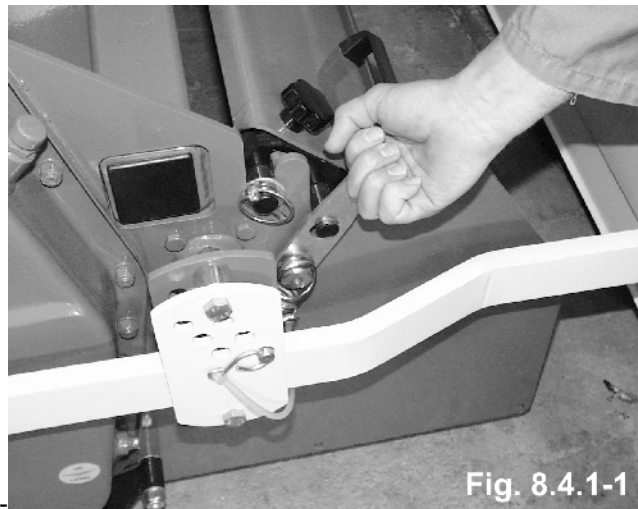

Fig. 8.4.1-1
- Om det inte går att ta bort det föremål som blockerar rotorn måste sladdplankan avlägsnas (fig. 8.4.1-1),
- Ta bort stensålet helt (fig. 8.4.1-2).